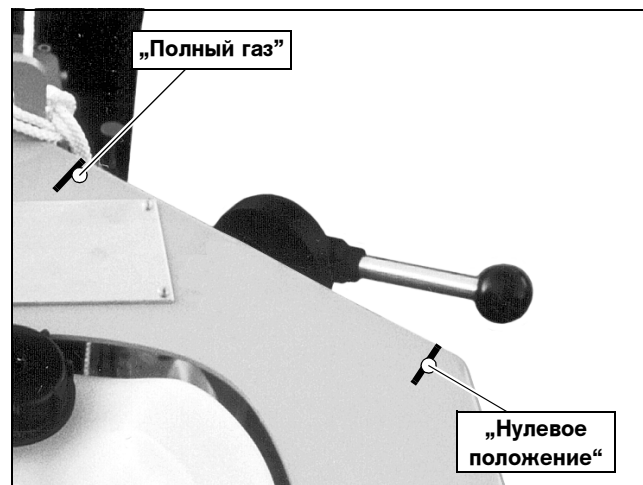

Рис. 5.3 Рычаг газа (в „нулевом положении“)
6. Приведите двигатель с помощью рычага газа (Рис. 5.3) на повышенные обороты.
3. Приведите рычаг газа в “нулевое положение” (Рис. 5.3) и выключите зажигание с помощью двигательного выключателя, если швонарезчик им оснащен.